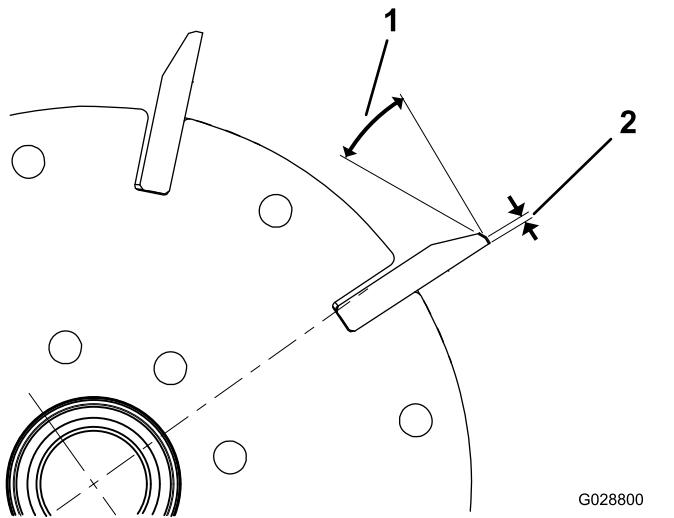

Bild 25
1. Tragen Sie einen Hinterschliff von  $30^\circ$  auf alle Messerspindeln auf, bis die Kante 1,3 mm breit ist (Bild 25).